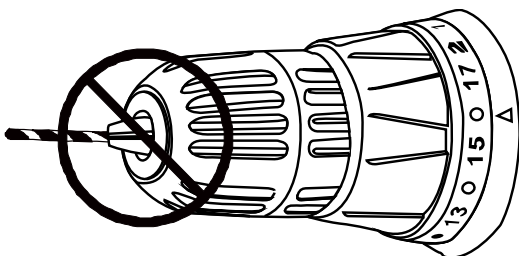

Рис.8
**ВНИМАНИЕ!** Никогда не закрепляйте оснастку как показано на рисунке (Рис.8). Оснастка должна быть зафиксирована ровно и всеми губками патрона одновременно.